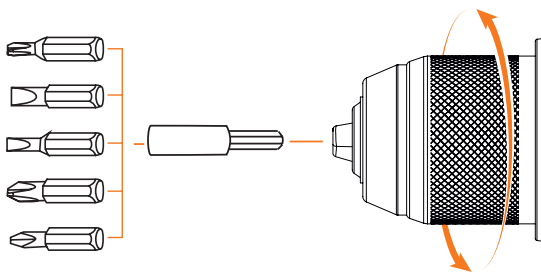

Рис. 4
- Установите требуемую оснастку (Рис. 4).